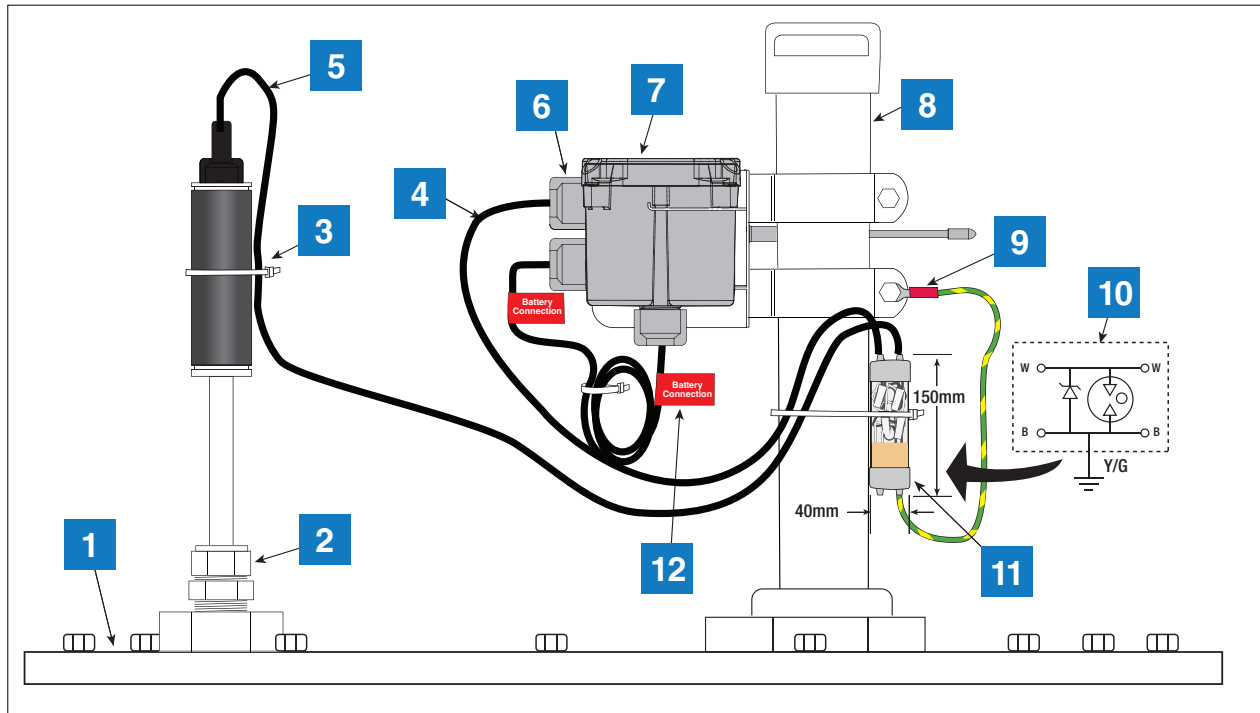

Figura 7. Ejemplo de instalación inalámbrica con una conexión a proceso y un estabilizador de un solo canal
**LEYENDA PARA LOS CUADROS NUMERADOS DE LA Figura 7**